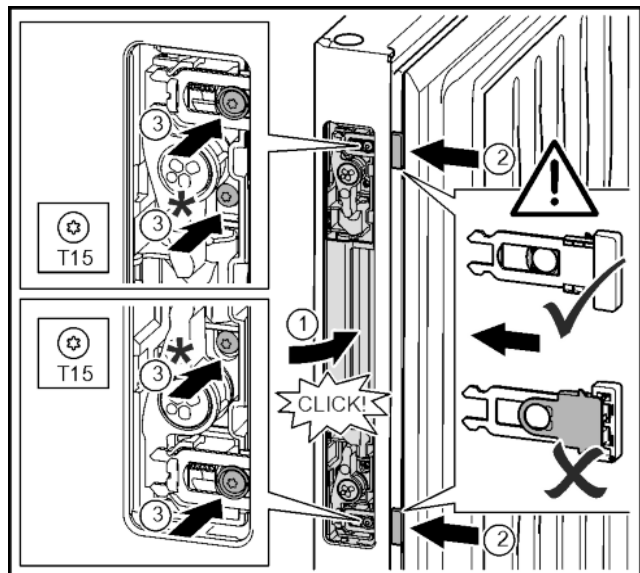

Fig. 33
- ▶ Вспомогательный механизм открывания двери вставить в отверстие с противоположной стороны и зафиксировать. Fig. 33 (1)
- ▶ По выемкам сдвинуть защелку механизма открывания двери до момента фиксации. Fig. 33 (2)
- ▶ Закрутить винты вместе с пластмассовыми выступами отверткой T15. Fig. 33 (3)